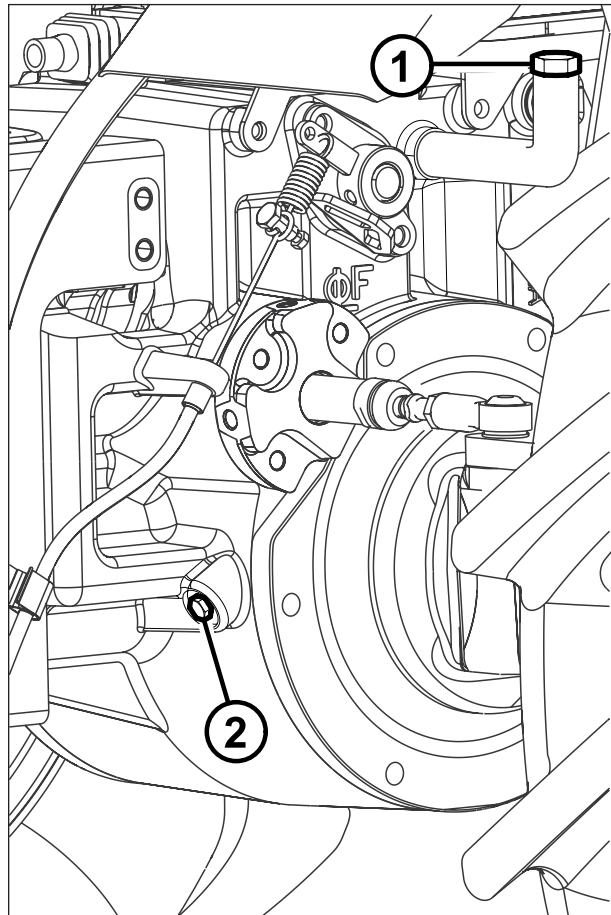

Fig. 90
### Nivel aceite puente delantero (Fig. 90 - 91)
- coloque un recipiente bajo el tapón (2) Fig 90;
- quite el tapón (2) Fig. 90 y el tapón (1) Fig. 90;
- a través del agujero de carga (1) Fig. 90 agregue aceite hasta que el mismo asome en el orificio del nivel (2) Fig. 90;
- vuelva a montar el tapón (1) Fig. 90 y el tapón (2) Fig.90.